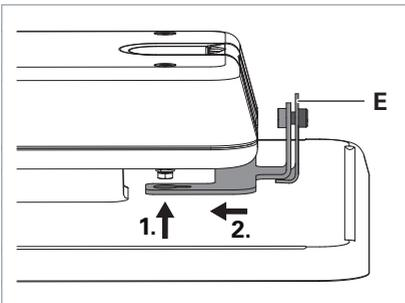

Fig. 10: Colgamiento de la escuadra de soporte en la luminaria.
- ▶ Cuelge la escuadra de soporte **E** en la luminaria, véase Fig. 10.